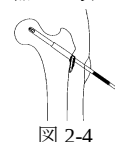

図 2-4
- 同様に、スライディング SB フランジ型のフックを戻した後、抜去器ごと引いて抜去します。(図 2-4、2-5)